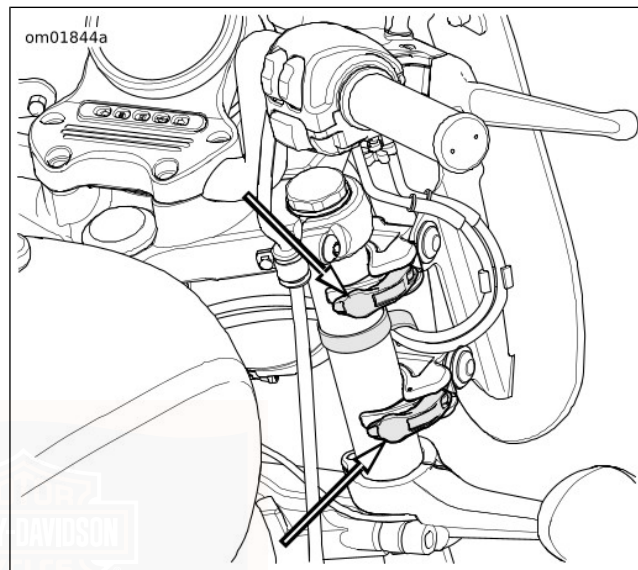

Figura 25. Leve dei morsetti del parabrezza
1. Vedere Figura 25. Sostenendo il parabrezza, aprire le leve del morsetto.